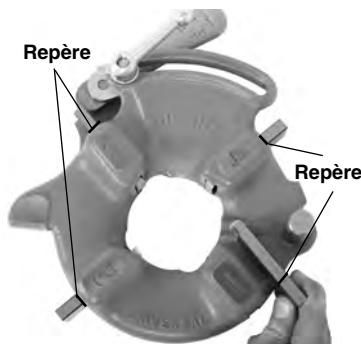

Figure 5 – Insertion des filières
4. Dégarez la languette de la rondelle de la barre graduée, puis amenez la rondelle jusqu'en fin de course (*Figure 5*).
6. Insérez les filières appropriées dans la tête de filière avec leur chiffre en haut jusqu'à ce que leur repère arrive à fleur de la tête (*Figure 5*). Les chiffres estampés sur les filières doivent correspondre à ceux des logements de la tête. Les filières doivent toujours être remplacées au complet. Ne jamais mélanger des filières issues de différents jeux.